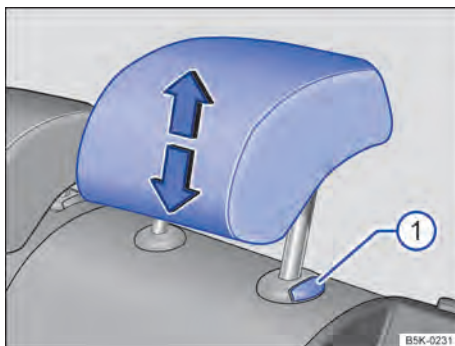

Fig. 46 Ajustar o apoio para cabeça traseiro.
- Empurrar o apoio para cabeça para cima na direção da seta ou para baixo com o botão ⇒ Fig. 46 ① pressionado ⇒ .